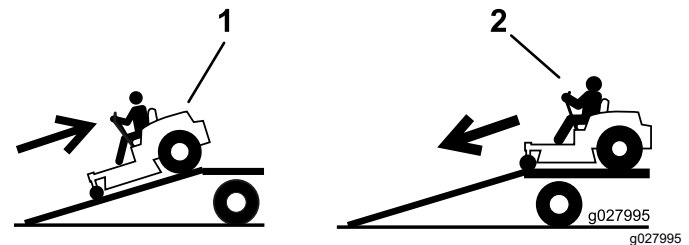

Bild 32
2. Fahren Sie die Maschine vorwärts von der Rampe herunter (Bild 32).